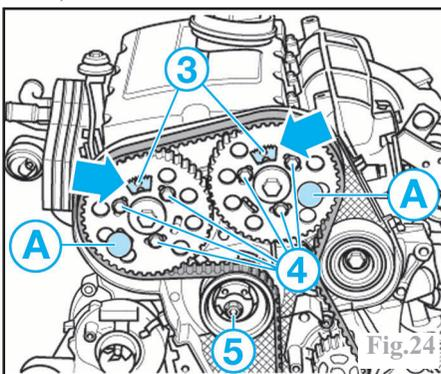

Fig.24
Tourner le vilebrequin de telle sorte que les deux secteurs dentés (3) soient orientés vers le haut pour l'amener au PMH (Fig.24).
Desserrer d'environ deux tours les vis (4) des pignons d'arbres à cames (Fig.24). Desserrer l'écrou (5) de fixation du galet-tendeur.
- les vis de fixation (**4**) des roues dentées d'arbre à cames soient en appui et non bloquées (Fig.24).